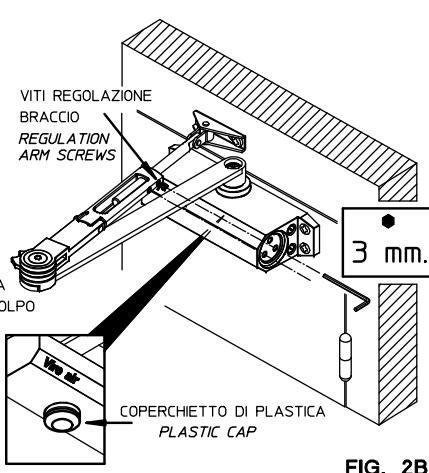

FIG. 2B
7. INSTALLARE A PRESSIONE IL COPERCHIETTO DI PLASTICA NELLA PARTE INFERIORE DEL CHIUDIORTA (VEDI FIG.2B).
7. INSTALL THE PLASTIC CAP WITH PRESSURE OVER THE SPINDLE ON THE BOTTOM SIDE OF THE DOORCLOSER (SEE FIG.2B).